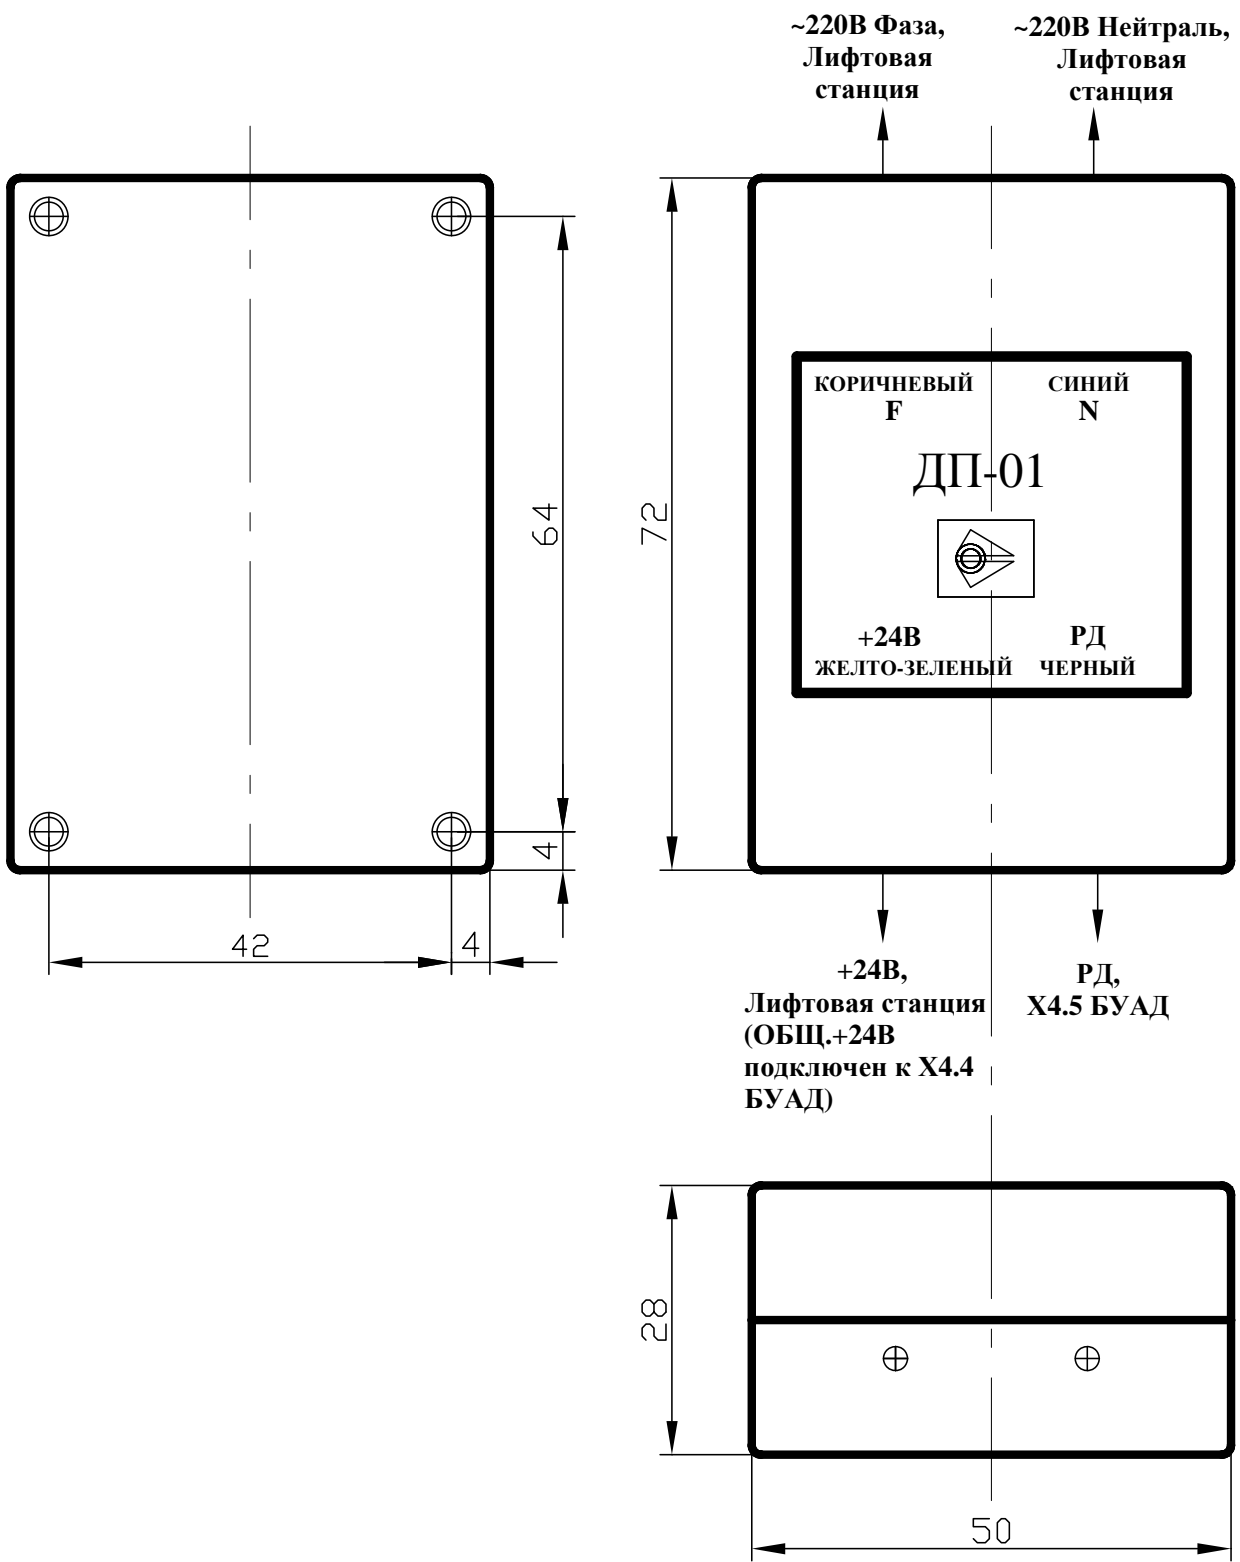

Рис.10. Габаритно-присоединительные размеры дополнительного внешнего датчика питания ~220В ДП-01.
4.7. Габаритно-присоединительные размеры внешнего *датчика питания* ~220В **ДП-01** и схема его соединения с *Устройством* и Лифтовой станцией (шкафом управления) показаны на **рис.10**. **ДП-01** поставляется отдельно.